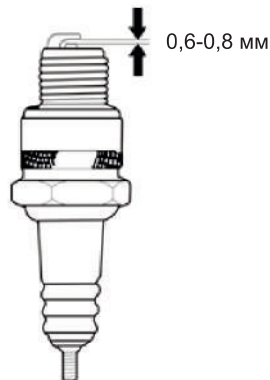

Рис. 17
5. Проверьте зазор между электродами свечи зажигания. Он должен составлять 0,6-0,8мм (Рис. 17). При необходимости отрегулируйте зазор.